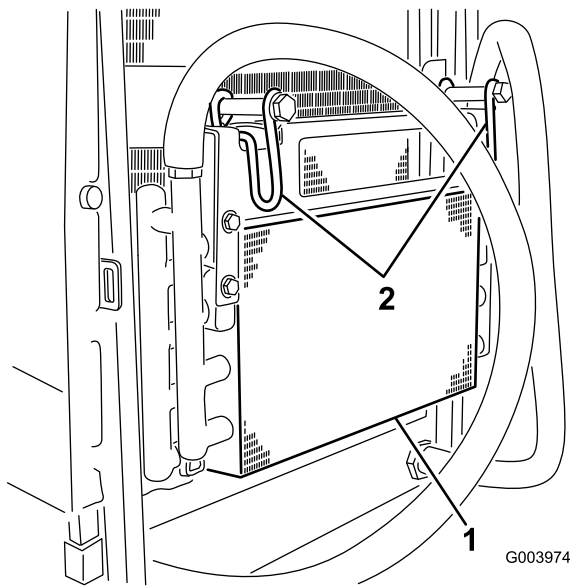

Рисунок 73
5. Поверните защелки внутрь, чтобы освободить маслоохладитель (Рисунок 73).